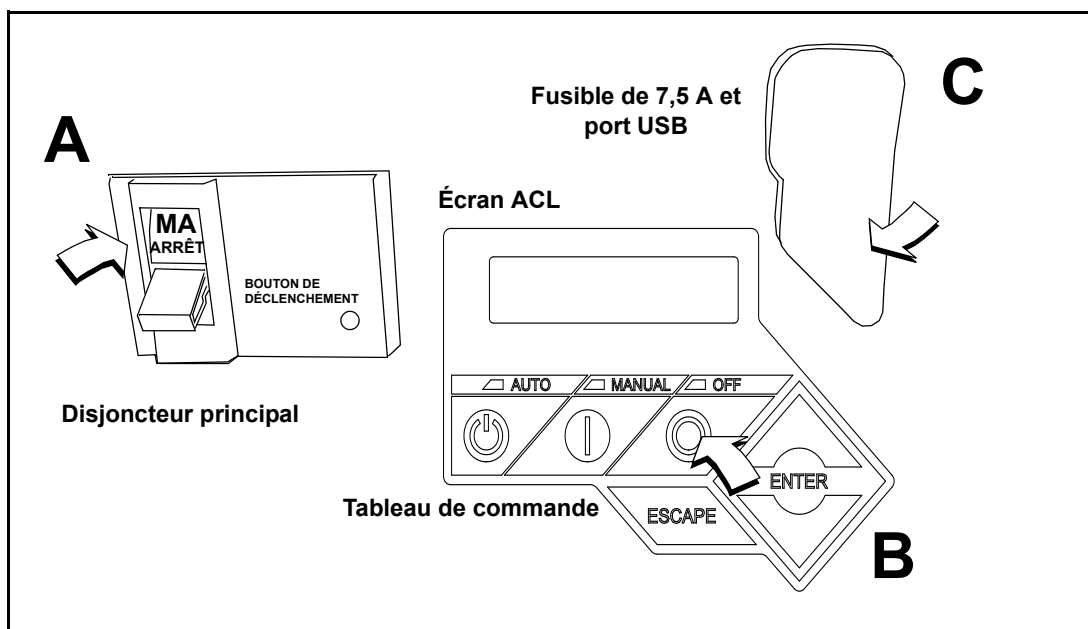

Figure 5-6. Panneau de commande du générateur
2. Déplacez le commutateur du disjoncteur principal vers le bas à la position OFF (ouvert). Voir la partie A de Figure 5-6.
3. Appuyez sur la touche OFF du tableau de commande. Un voyant DEL rouge s'allume pour confirmer que le système est en mode ARRÊT. Voir la partie B de Figure 5-6.
5. Soulevez la languette de caoutchouc qui recouvre le porte-fusible et retirez le fusible de 7,5 A. Voir la partie C de Figure 5-6.